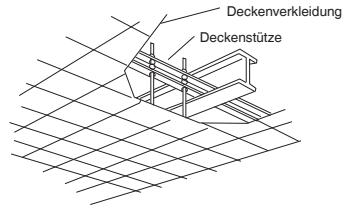

Abb. 3-74
- Die bereits vorhandenen Deckenstützen verwenden bzw. eine geeignete Stütze anfertigen, wie in Abb. 3-74 gezeigt.